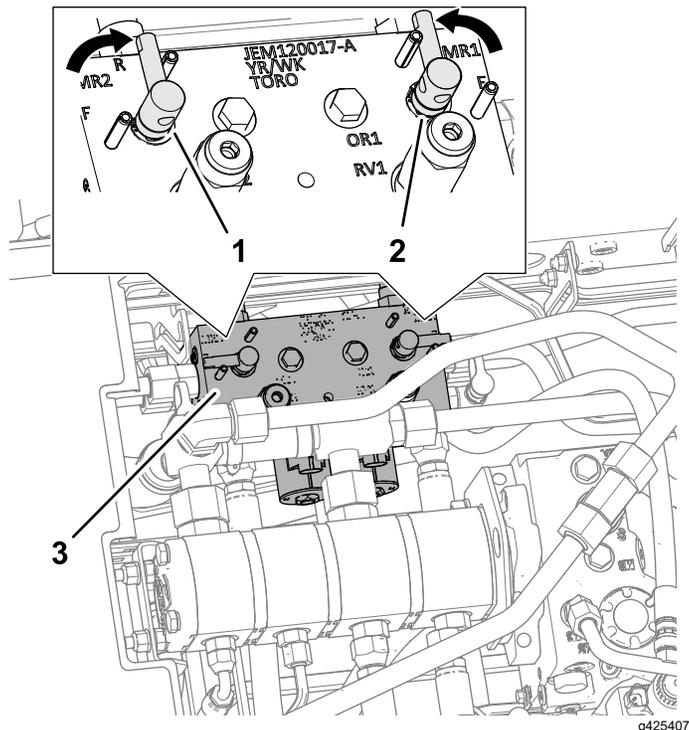

図 150
- 運転席のラッチのロックを外して運転席を倒す刈り込みマニホールドが見える 図 150。
- バックラップレバーをR逆転位置にセットする 図 150。